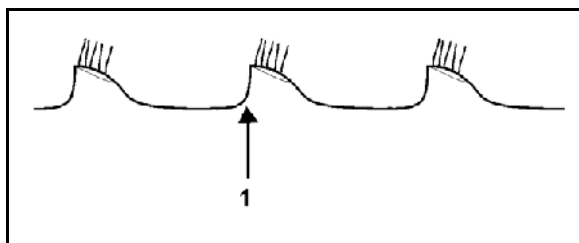

Рис. 42
- **Рис. 42:** Обрезная кромка 2-го ряда дисков не видна и идет за 1-м рядом дисков: сдвиньте 1-й ряд дисков влево.